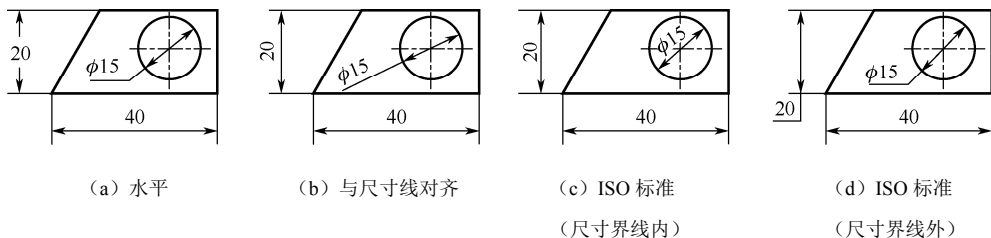

图 4-64 “文字对齐”方式
③ “文字对齐”设置。用于设置标注文字的对齐方式，有“水平”“与尺寸线对齐”“ISO 标准”三个选项，各效果如图 4-64 所示。其中“ISO 标准”的处理方法是当文字在尺寸界线内时，文字与所在位置处的尺寸线平行；而当文字在尺寸界线外时，则将文字水平放置。机械标注中线性尺寸标注选择“与尺寸线对齐”，角度标注选择“水平”，半径与直径标注选择“ISO 标准”。